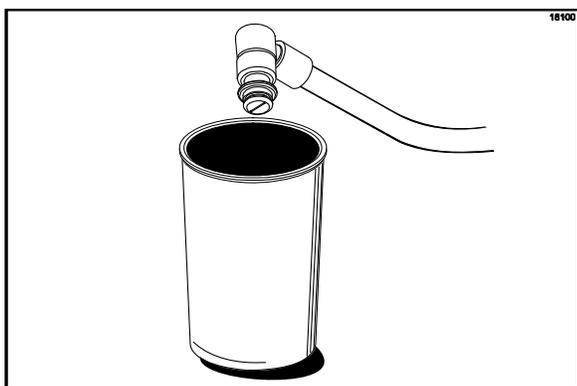

Figura 32
20. Deve-se abastecer cada sabor de xarope para purgar o ar para fora das linhas de xarope. Para abastecer cada a linha, posicione-a verticalmente sobre um copo vazio. (Veja a Figura 32.)